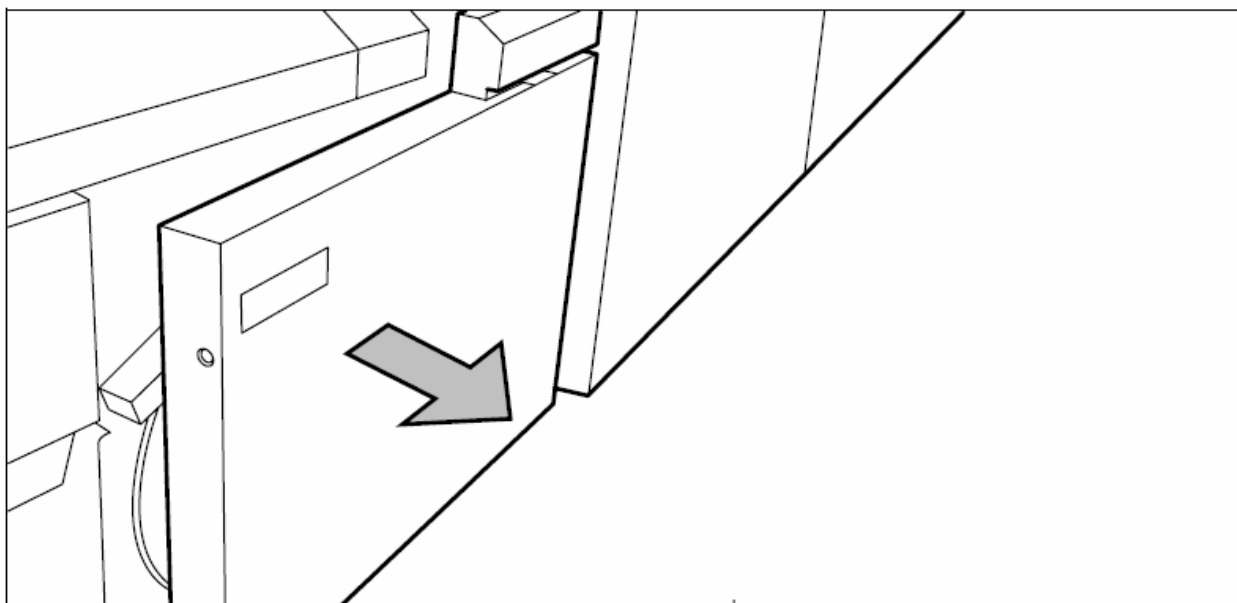

Рисунок 148: Открывание передней дверцы модуля окантовки
3. Откройте переднюю дверцу модуля окантовки (смотрите рисунок 148).